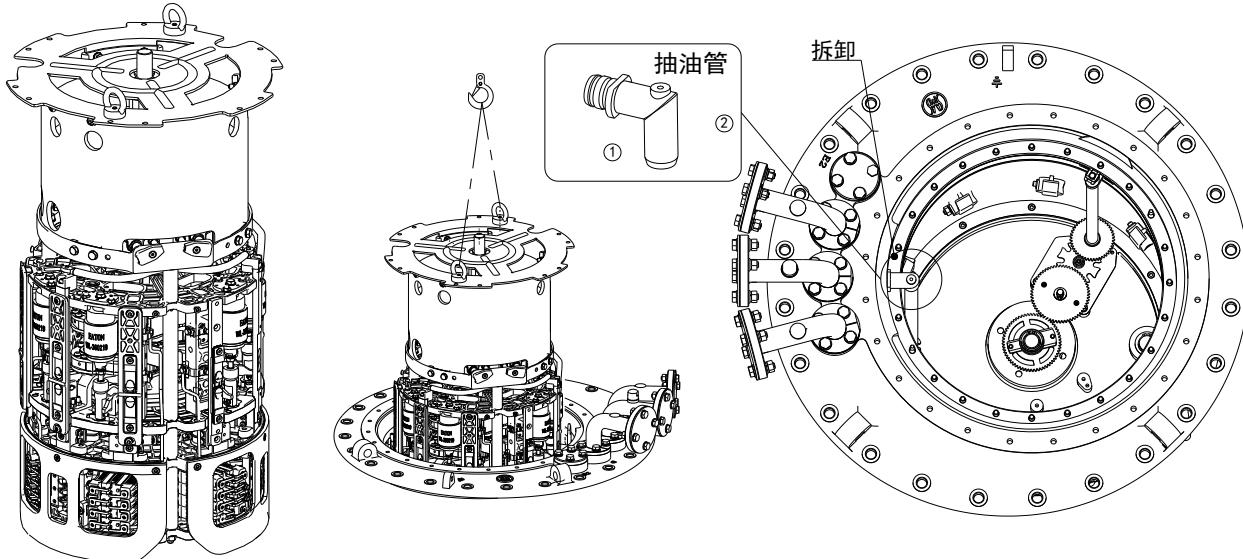

图 5-16
6. 小心地从开关油室垂直抽出切换芯子（图 5-16）。
7. 拉出插入开关安装法兰里的管接头，拆下抽油管（图 5-16）。